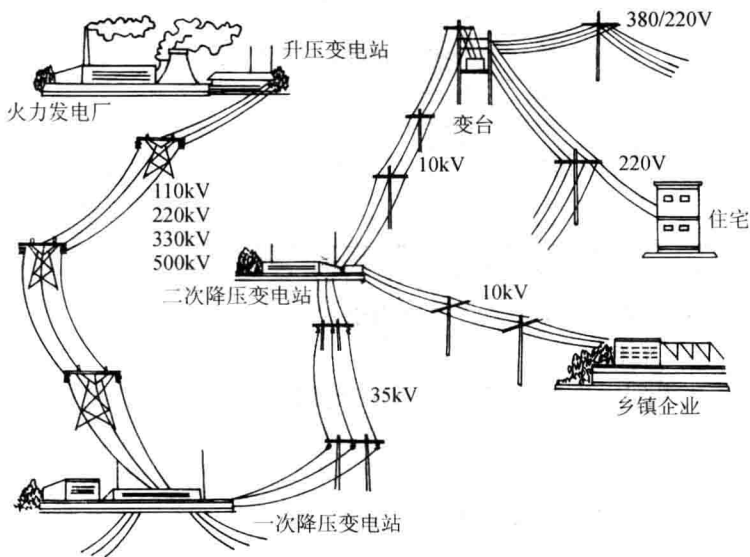

图 1-2 供电系统示意图
(2) 降压的目的是便于用电户低成本、方便、安全地用电。降压变电站(所)可分为一次降压变电站(所)、二次降压变电站(所)及三次降压变电站(所)。农村常见的变电站属于三次降压变电站,又称为配电变电站,它一般是把电压从 10 kV 的高压降到 0.4 kV 的低压。对于规模较大的乡镇企业,也可以直接用 10 kV 的高压线路供电,如图 1-2 所示。